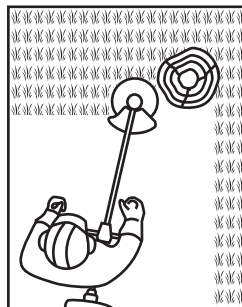

Fig. 29
- > Faites particulièrement attention lorsque vous travaillez à proximité de buissons ou d'arbres: la lame peut endommager les écorces tendres ainsi que les poteaux des barrières (Fig. 29).